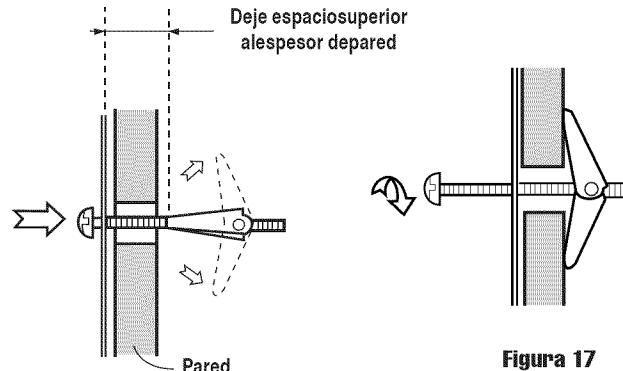

Figura 16
- Coloque la Placa de Montaje con los Pernos de Anclaje sujetados, en el sitio de pared e inserte los Pernos y Tuercas de Anclaje a través de los orificios en la pared con las Tuercas de Anclaje cerradas. Vea la Figura 16. Utilice Tornillos para Madera.